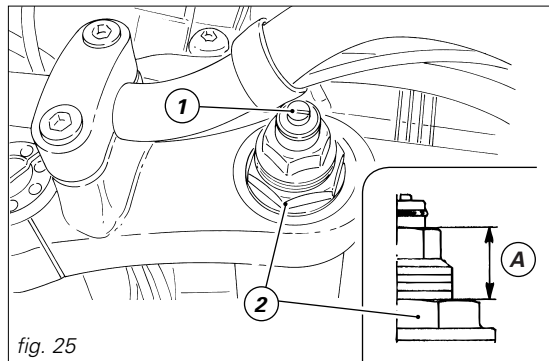

fig. 25
- 1) (fig. 25) pour modifier l'action hydraulique de freinage en extension ;
- 2) (fig. 25) pour modifier la précontrainte des ressorts intérieurs ;